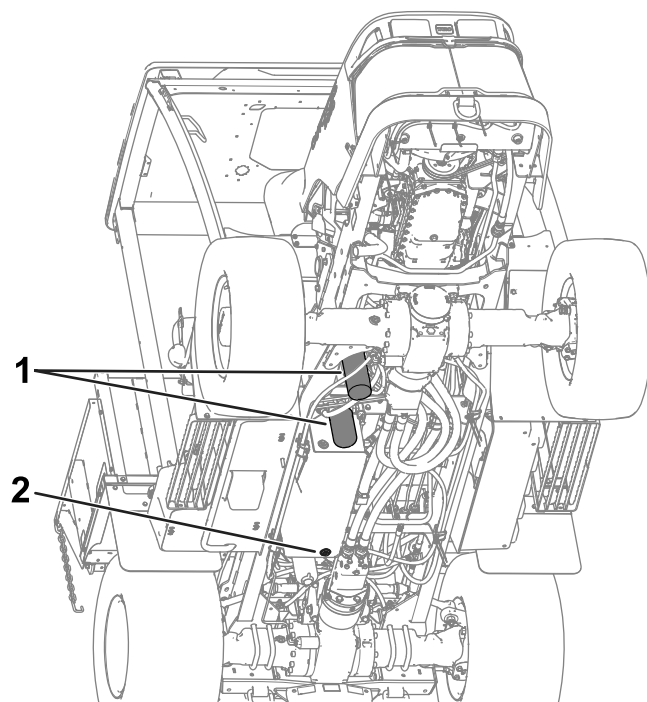

Figura 114
5. Retire o tampão de drenagem de baixo do depósito e deixe o fluido hidráulico escorrer para o recipiente (Figura 114).
8. Coloque um recipiente de escoamento debaixo do filtro e retire o filtro (Figura 114).